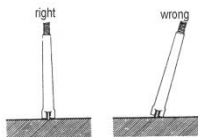

Fig.8
- \* Cuando se tome una lectura superficial, la parte superior de la sonda de temperatura debe estar en contacto cercano con la superficie a medir (vea Fig. 8).